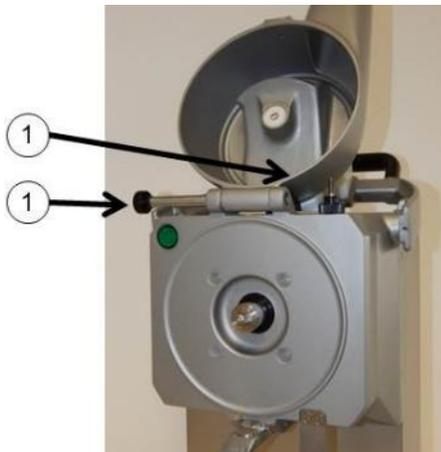

Fig. 9: Démontage du logement de râpe.
La râpe à fromage pour magasins HLR doit d'abord être mise hors tension en actionnant l'interrupteur général. À l'instar de la mise en place du tambour de râpe, le levier basculant est basculé vers l'arrière. Poussez le verrou de fermeture vers le bas afin d'ouvrir le logement de râpe avant de basculer celui-ci en position supérieure. Retirez le tambour de râpe. De plus, le logement de râpe peut être démonté. A cette fin, desserrez la vis à tête moletée (1) (Fig. 9) et retirez l'arbre à charnière (2). Le poste de travail et les éléments démontés peuvent maintenant être nettoyés sans difficulté.